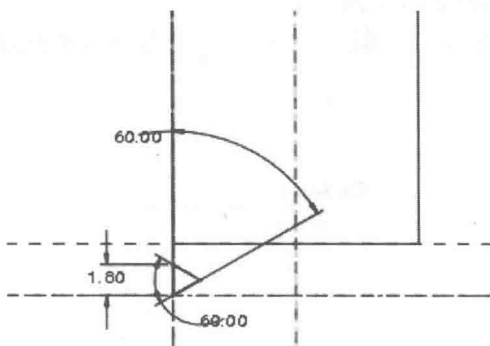

图 1-29
(5) 单击  按钮, 在信息区显示的文本栏中输入螺距值“2”, 并绘制如图 1-29 所示的截面。